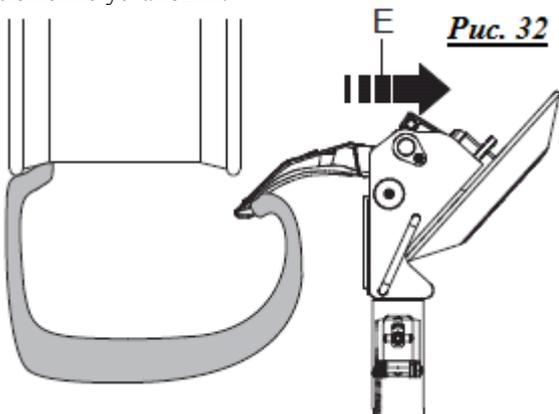

Рис. 32
- Перенаправляйте инструмент на внешнюю сторону (рис. 32, с. E) до тех пор, пока борт приводится в положение установки.